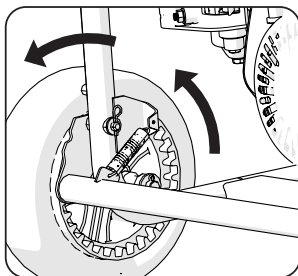

Abb. 3
- Prüfen Sie die Funktion der Radbremse durch mehrmaliges Anziehen und Lösen, wobei Sie die Räder zwischendurch drehen. Die Bremse muss beide Räder sicher sperren. **(Abb. 3)**